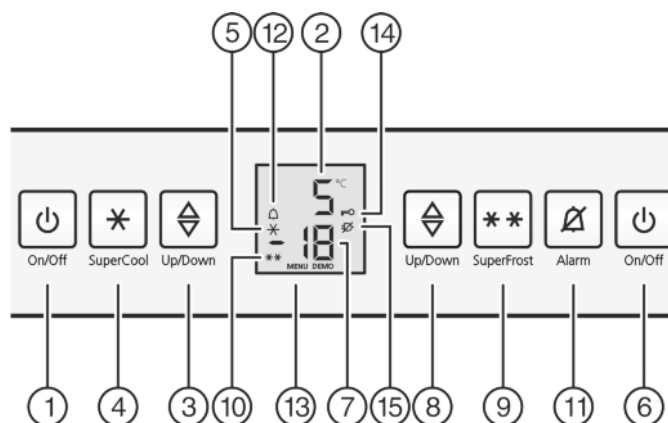

Fig. 2
- Stiskněte tlačítko On/Off pro mrazničku *Fig. 2 (6)*.
- Stiskněte tlačítko On/Off pro chladničku *Fig. 2 (1)*.
- Zapnutí seřizovacího režimu: Stiskněte tlačítko SuperFrost *Fig. 2 (9)* asi na 5 sekund.
- ▷ Na displeji se zobrazí Symbol menu *Fig. 2 (13)*.
- Potvrďte krátce tlačítkem SuperFrost *Fig. 2 (9)*.
- ▷ Na displeji svítí Symbol dětské pojistky *Fig. 2 (14)*.
- Stiskněte krátce tlačítko On/Off mrazničky *Fig. 2 (6)*.
- ▷ Symbol dětské pojistky *Fig. 2 (14)* zhasne.
- Stiskněte tlačítko Alarm *Fig. 2 (11)*.
Současně bliká ukazatel teploty a symbol Alarm *Fig. 2 (12)*.
Výstražný bzučák se vypne automaticky, symbol Alarm *Fig. 2 (12)* se vypne a ukazatel teploty přestane blikat, když je teplota zase dostatečně nízká.